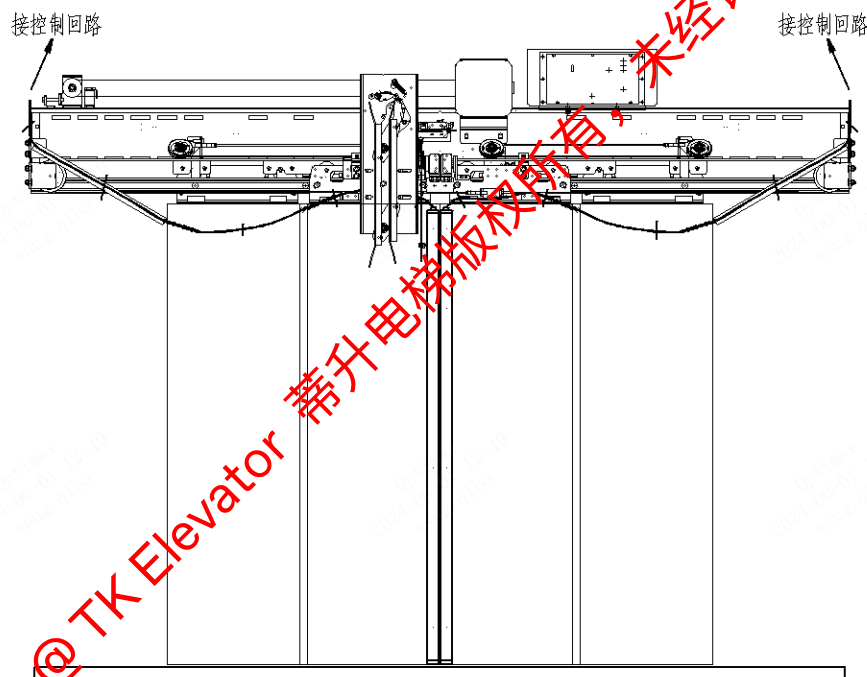

图 3-2m 门保护走线图
1. 光幕装在快轿门上,光幕电缆线在轿门上用倒拉式扎带扎紧,并沿着链条组件,捆缚在链条上,接到轿顶接线盒安全回路上。见图 3-2m 光幕走线(旁开双折走线相同)